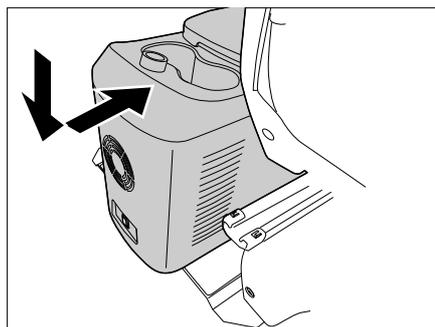
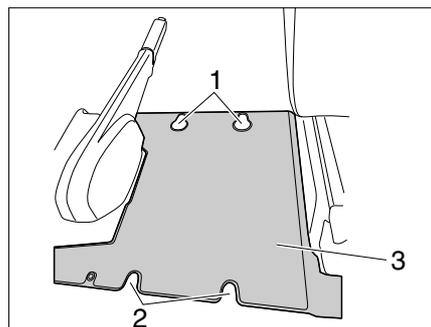

Bild 88 Kühlbox einbauen
Bild 89 Halteplatte
- Die Füße der Kühlbox in die Bohrungen (Bild 89,1 und 2) der Halteplatte (Bild 89,3) stellen und Kühlbox nach vorne schieben, bis sie einrastet (Bild 88).